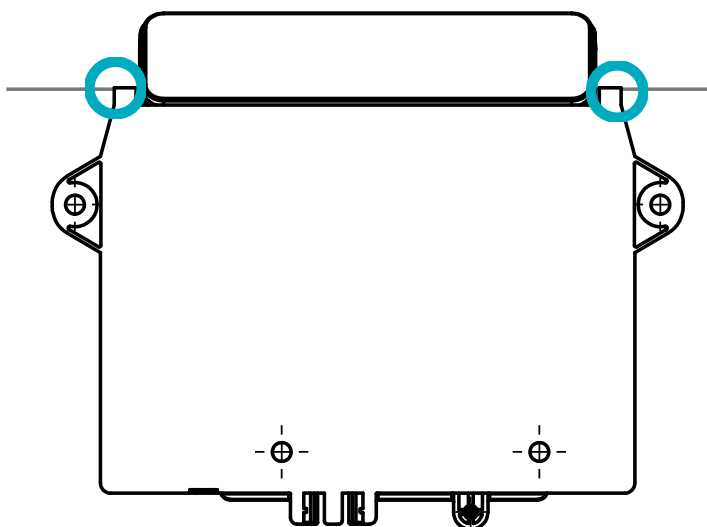

Abb. 11: Positionierung des TOUCHdown auf der Tischplatte
1. Positionieren Sie den Handschalter unter der Tischplatte und markieren Sie die Position der Bohrungen (Abb. 11). Alternativ können Sie auch die Bohrschablone in Kapitel 5.3.2 verwenden. Achten Sie darauf, dass die in der folgenden Abbildung eingekreisten Ecken bündig mit dem Rand der Tischplatte abschließen.